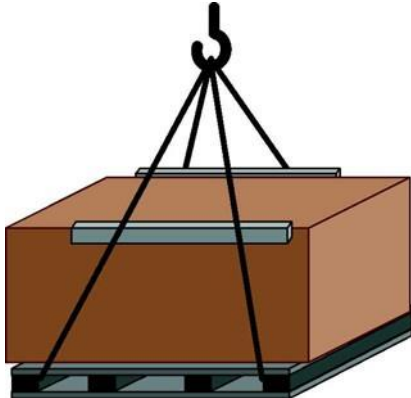

Fig. 16: Pallettransport met takel
1. Stroppen zoals touwen, riemen of meerpuntshangers volgens Fig. 16 op de pallet.